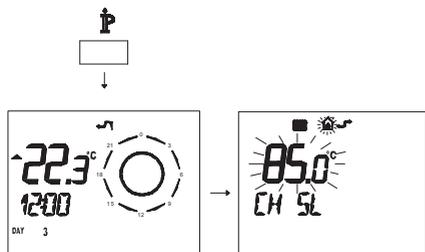

Figura 5.43
- Premere per più di 3 secondi il pulsante  per entrare in modalità **INFO** (Figura 5.43).